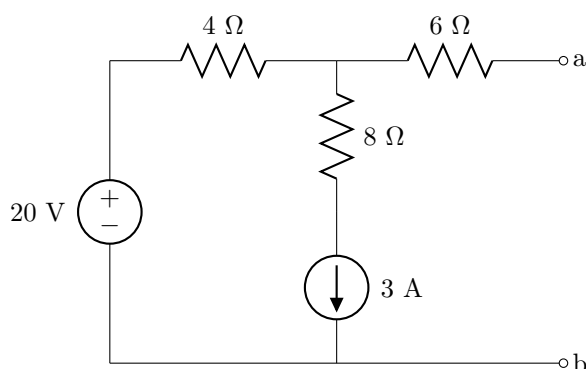

Figura 3.13: Circuito del problema 15.
15. Reemplaza el circuito de la figura 3.13 con su equivalente Norton.